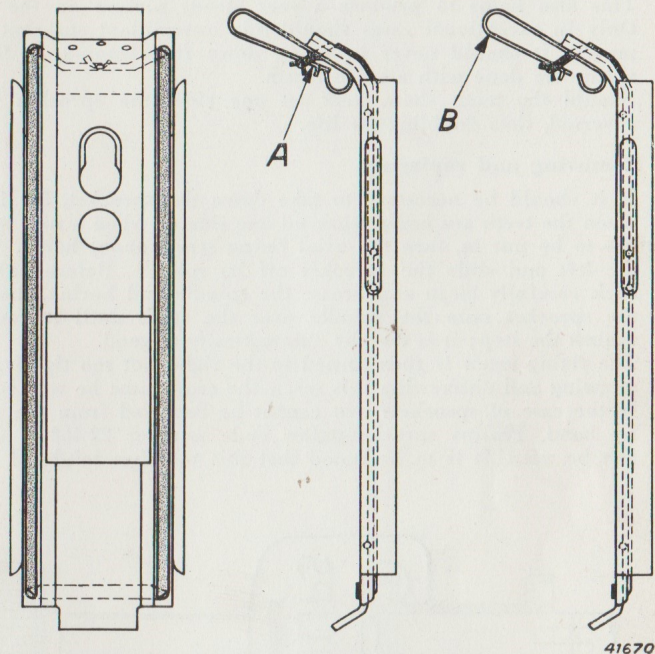

Fig. 5
- De luxe finish** (fig. 5, code number 22 415 93)